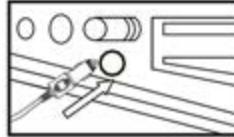

Abbildung 3
- Die Stromquelle muss eine 12-V-DC-Stromquelle sein (siehe Abbildung 3).